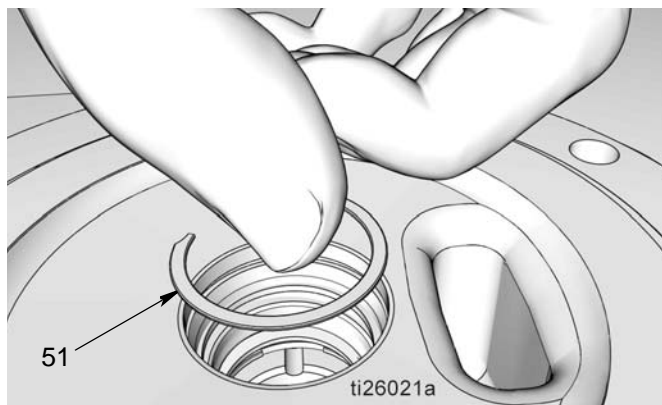

FIG. 34
- f. Installare la clip di fissaggio (51) (FIG. 34). Si deve avvertire un "clic" quando la clip di fissaggio viene correttamente inserita nella scanalatura.